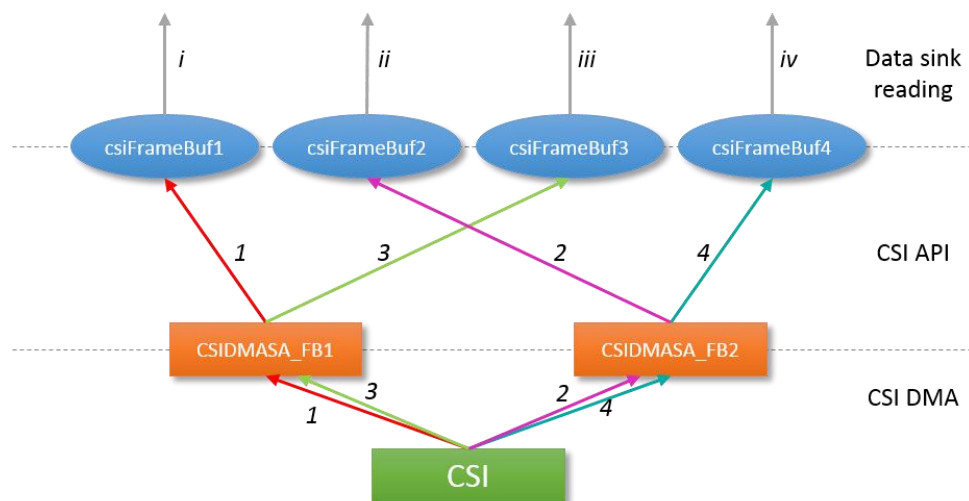

图 6. CSI帧缓冲填充方案
CSI内嵌的DMA可以交替写入两个帧缓冲地址而不需要停止。为了提高性能，特别是对于复杂的应用程序，软件开发包CSI驱动程序将支持的缓冲区扩展到最多四个，并将帧缓冲区组成环形队列结构。CSI一个接一个地填充缓冲区，这样LCD接口等数据接收器就可以同时读取缓冲区。图6说明了CSI帧缓冲区填充方案。
- b. CSI通过*CSIDMASA_FB1*填充帧缓冲区1（图6中的数据流1）。
- d. CSI开始通过*CSIDMASA_FB2*填充帧缓冲区2（图6中的数据流2）。同时，数据接收器可以读取帧缓冲区1（图6中的数据流i）。
- f. CSI开始通过*CSIDMASA_FB1*填充帧缓冲区3（图6中的数据流3）。同时，数据接收器可以读取帧缓冲器2（图6中的数据流ii）。
- h. CSI开始通过*CSIDMASA_FB2*（图6中的数据流4）填充帧缓冲区4。同时，数据接收器可以读取缓冲区3（图6中的数据流iii）。
- j. 再次重复步骤2。同时，数据接收器可以读取缓冲区4（图6中的数据流iv）。